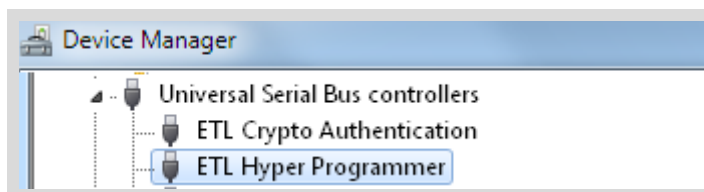

Figura 12. Los dispositivos de "Crypto Autenticación ETL" e "Hyper Programador ETL".
- Para asegurarse de que los drivers fueron instalados con éxito, abra el "Administrador de Dispositivos" y localice la "Crypto Autenticación ETL" y el "Hyper Programador ETL" (Figura 12).